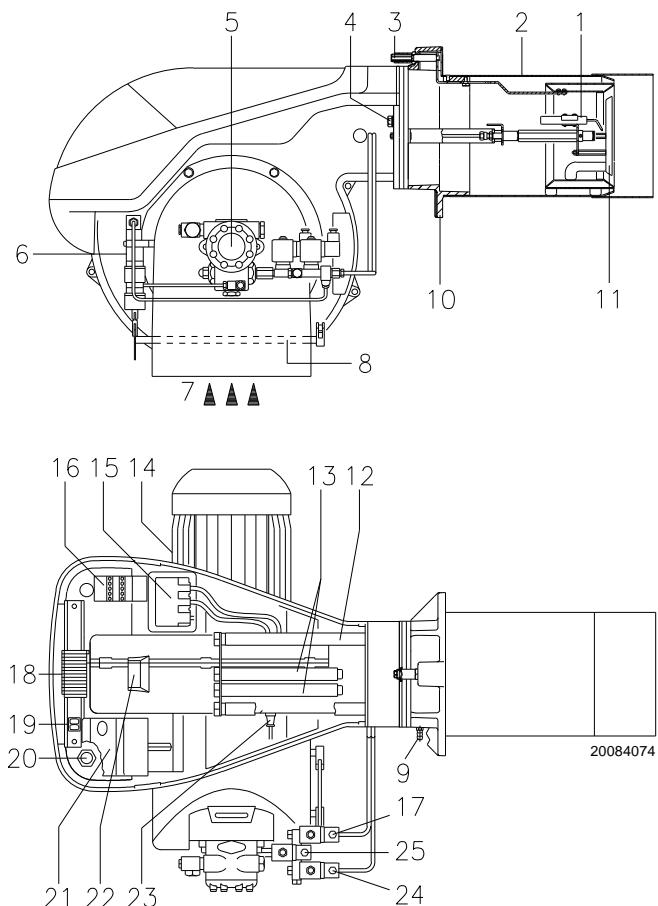

Fig. 1
**Bloqueo caja control:** la iluminación del pulsador (led rojo) de la caja 22) (Fig. 1) indica que el quemador está bloqueado.
**Bloqueo motor:** para desbloquear, oprimir el pulsador del relé térmico 17) ( Fig. 1)
- 2 - Prolongadores 13) (Fig. 1) para guías 12) (Fig. 1)